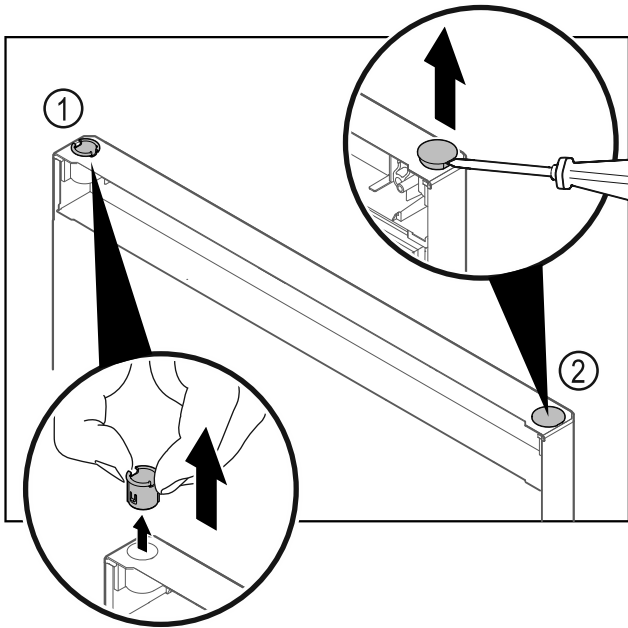

Fig. 28 Porte de la partie réfrigérateur
- ▶ Retirer la bague Fig. 28 (1) avec les doigts.
- ▶ Soulever délicatement le bouchon Fig. 28 (2) avec un tournevis plat et le retirer.